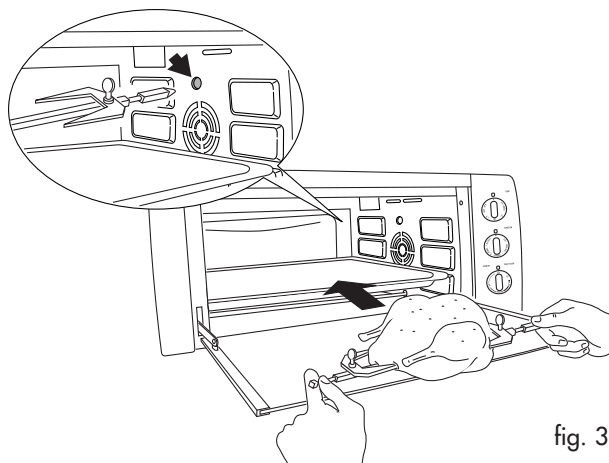

fig. 3
- Insérez la lèchefrite (H) dans la glissière 3 et s'assurer que la broche (I) est correctement introduite dans le Logement du tournebroche (fig. 3).